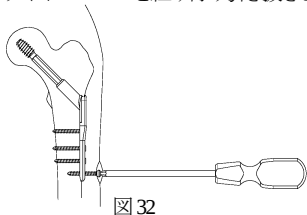

図 32
- 1) 4.5 コーティカルスクリューを 4.5CS ドライバーにて抜去します。（図 32）6.5 キャニューレイトッドキャンセラススクリューを使用している場合は、6.5CCS パワービンドライバーに T ハンドルを組み付け抜去します。